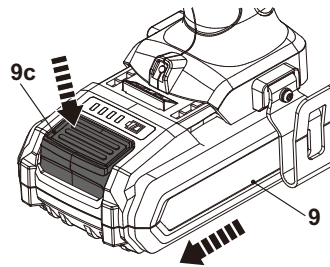

Fig. 3
- > Appuyez sur la touche de déverrouillage (9c) et faites glisser le bloc-batterie (9) pour le retirer du port de connexion de la batterie (9a) (Fig. 3).